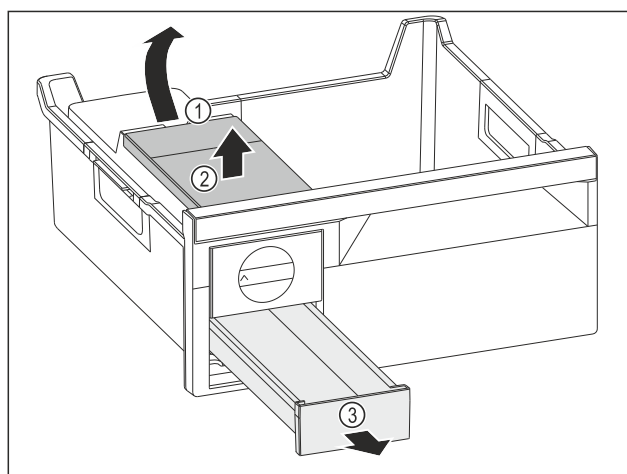

Fig. 104
- Wassertank entnehmen: Wassertank an der Aussparung Fig. 104 (1) anheben.
- Wassertank Fig. 104 (2) nach oben entnehmen.
- Eiswürfelschubfach Fig. 104 (3) nach vorne entnehmen.